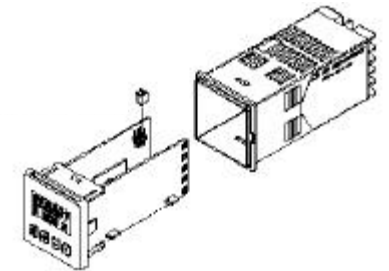

Bild 4.4: Lage der Jumper
3. Stecken Sie den Elektroneinschub wieder in das Gehäuse. Achten Sie hierbei auf die richtige Lager der Jumper links Oben (Bild 4.4)...